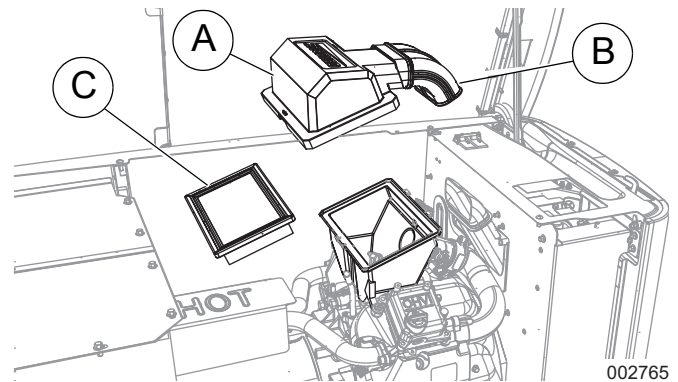

Figure 6. Retrait du couvercle de la boîte à vent (modèles de 11 à 22 kW)
1. Voir la Figure 6. Retirez le couvercle de la boîte à vent (A), le coude d'entrée d'air (B) et le filtre à air (C).